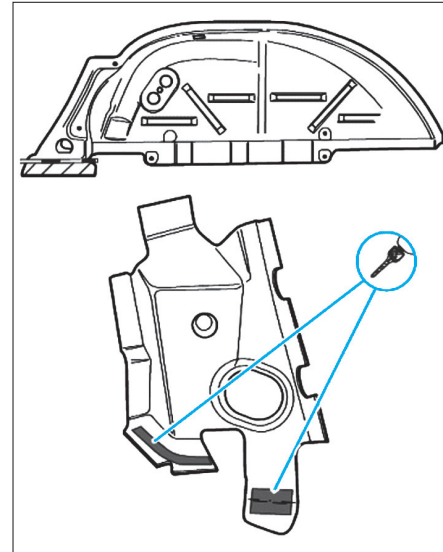

FIG. 61
- Reporter la ligne de coupe sur la pièce neuve et découper la zone hachurée (Fig.61).